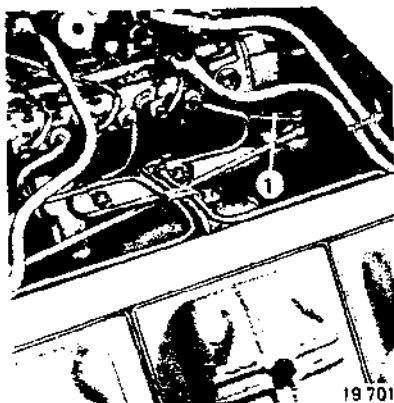

Рис. 6
2. Рычаг регулятора 1 (см. рис. 6) вручную или при помощи ножного привода переместить на $1/4$ полного хода.